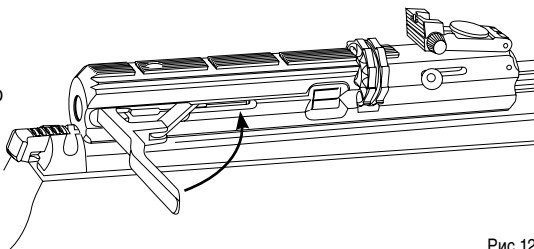

Рис.12
5. Отведите рычаг взвода на перёд в изначальное положение.Тем самым вы произведёте подачу пули из барабана в ствол.(Рис.12)